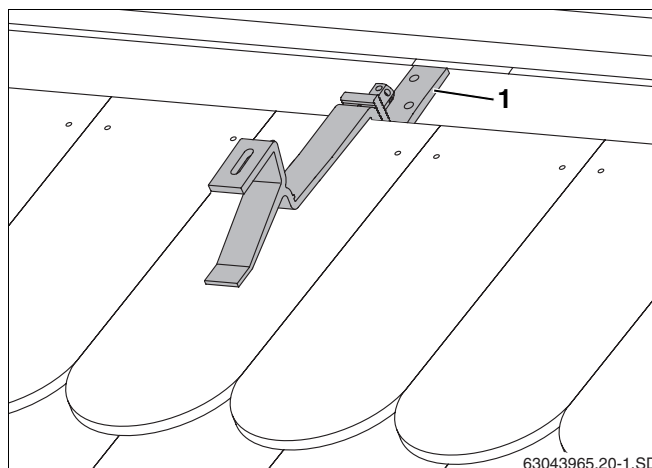

Fig. 18 Gancio da tetto montato
- Spingere verso il basso la parte inferiore del gancio da tetto finché essa non poggia sul travetto ovvero sulla asse/tavola (fig. 18, **pos. 1**).